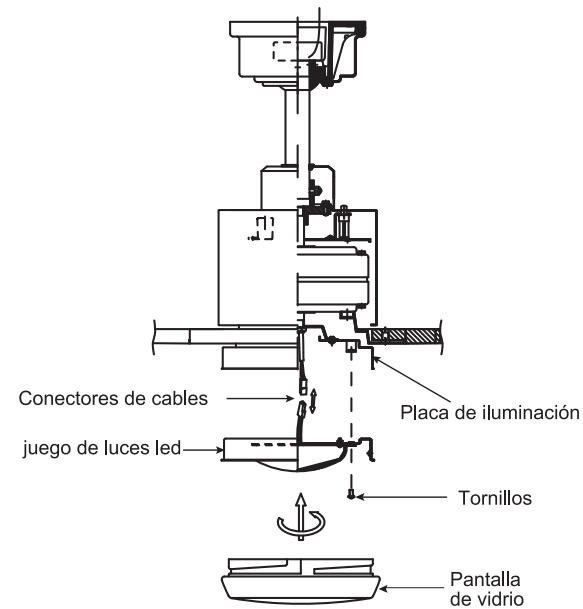

Fig. 18
**Paso 1.** Afloje los tres tornillos de montaje del interior del kit de iluminación LED (Fig. 18)
**Paso 2.** Mientras sujeta el kit de iluminación LED por debajo del motor del ventilador, prepare las conexiones eléctricas: (Fig. 18)
**Paso 3.** Inserte las conexiones cuidadosamente en la placa de luz. Coloque los orificios principales del juego de luces LED sobre los dos tornillos que se aflojaron anteriormente en la placa de luz, gire el juego de luces LED hasta que encaje en su posición en la sección estrecha de las ranuras de los agujeros principales. Asegure apretando los tres tornillos. (Fig. 18)
**Paso 4.** Levante la pantalla de vidrio contra el kit de iluminación y hágala girar en sentido horario hasta que quede ajustada. NO AJUSTE EN EXCESO. (Fig. 18).